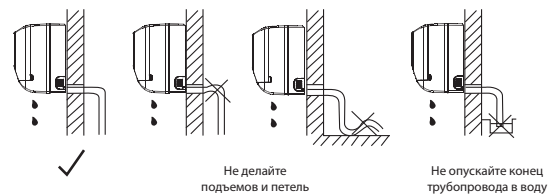

Рис. 6
2. При необходимости удлинения дренажной трубы надежно закрепите и надежно изолируйте место соединения, не допускайте смещения трубы (рис. 6).